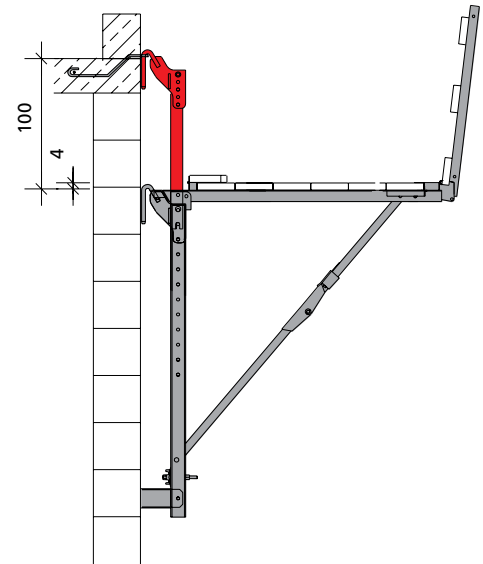

Abb. 15.2
2. Die Abhängung 100 KAB von oben einstecken und den erforderlichen Adapter anbringen. Beachten, dass aufgrund der Abhängung die doppelte Anzahl Adapter erforderlich ist (Abb. 15.2).